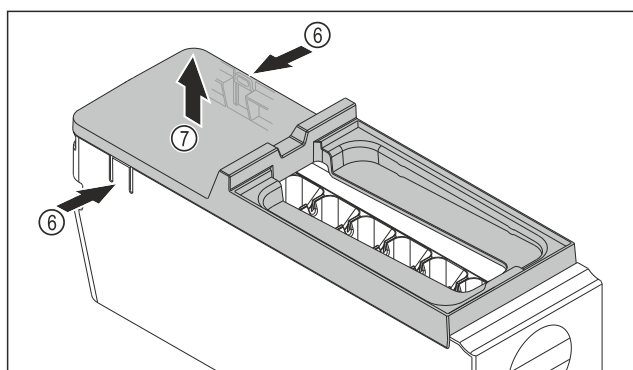

Fig. 118
- ▶ Udtagning af EasyTwist-Ice-legemets afdækning: Tryk på laskerne Fig. 118 (6) på begge sider af EasyTwist-Ice-legemet med den ene hånd.
- ▶ Tag afdækningen Fig. 118 (7) op og ud med den anden hånd.